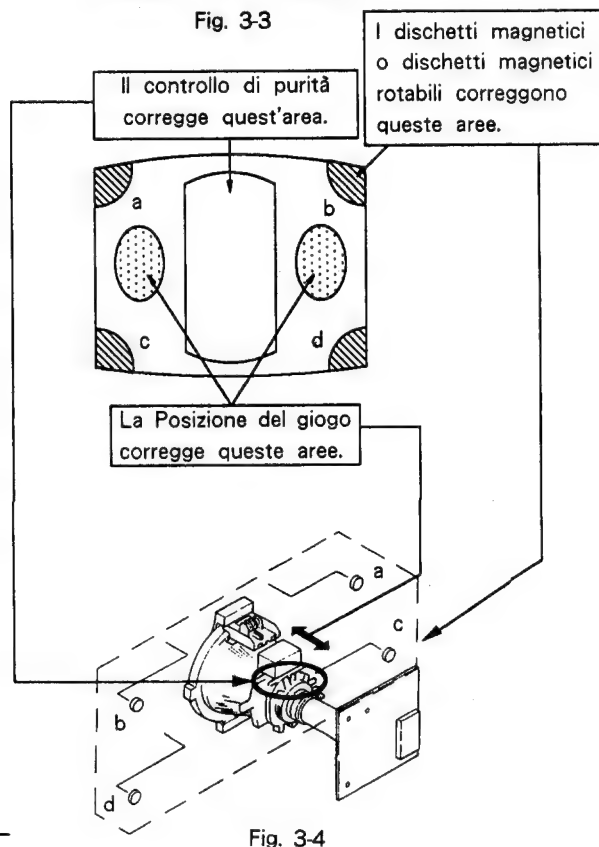

Fig. 3-4
7. Nel caso che l'atterraggio sugli angoli non sia esatto, regolate usando i dischetti magnetici. (Fig. 3-4)